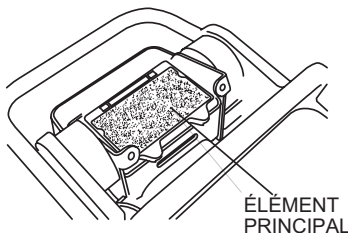

Figure 13. Élément principal du filtre à air
- Retirer le couvercle du filtre à air. Desserrer et retirer les deux vis qui maintiennent le couvercle au bloc du filtre à air. Si l'élément principal (Figure 13) est sale, le laver avec de l'essence ou du kérosène. Le tremper ensuite dans de l'huile moteur (SAE10W-30) et l'essorer suffisamment pour conserver environ 25 à 30 cc d'huile moteur à l'intérieur.